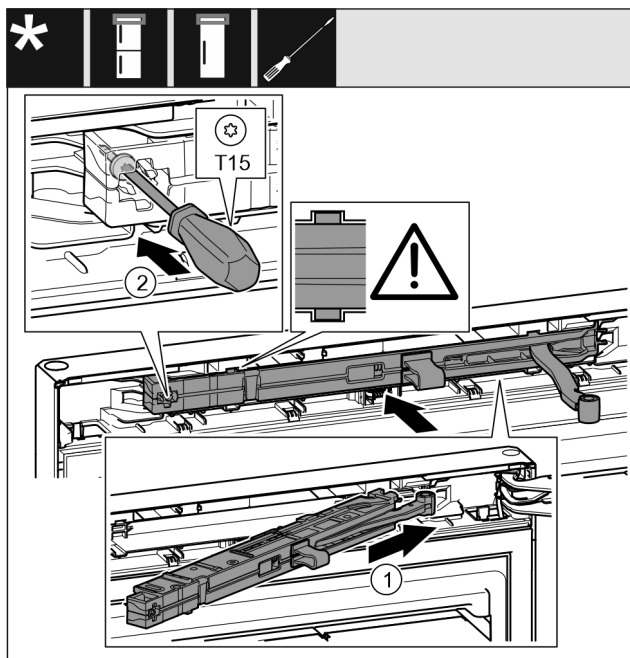

Fig. 69
- Gurnite jedinicu prigušivača zatvaranja Fig. 69 (1) na strani podloška ležaja do graničnika koso u izrez.
- Odvijačem pritegnite vijak Fig. 69 (2).